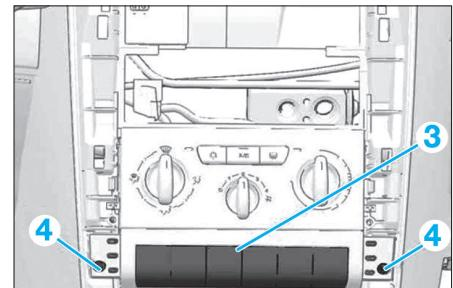

Fig. 6
- Déposer les vis (4) du panneau de commande (5) (Fig.6).